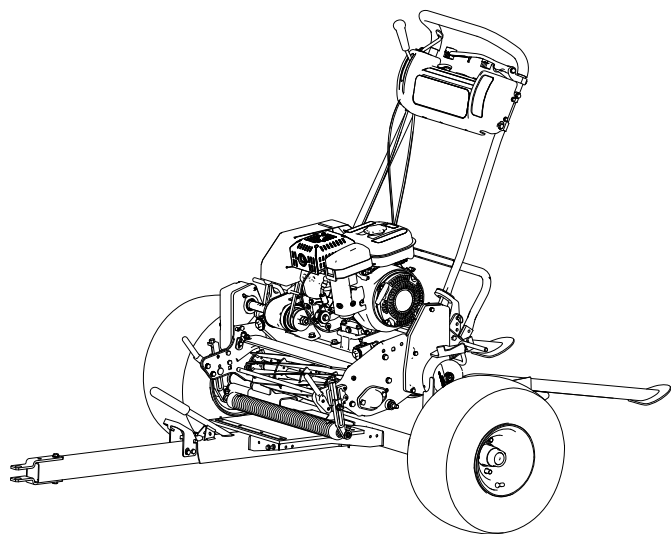

图 12
3. 从果岭修剪机上拆下集草斗分离滚刀驱动然后将油门移至最慢速的位置。**缓慢地**将果岭修剪机开到拖车上直至接触阻轮器图 12。